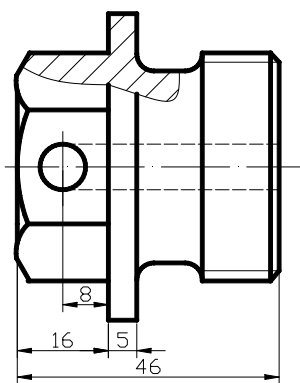
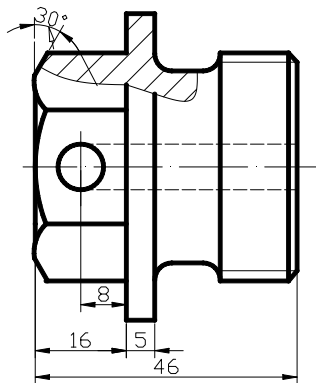
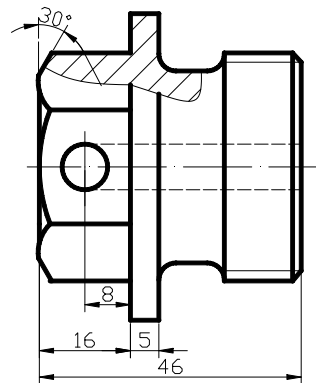

图 7-31 完成基准标注
图 7-32 定位角度标注尺寸线
图 7-33 完成角度标注
4、基线标注效果如图 7-31 所示。单击【角度标注】按钮，选择如图 7-32 所示的两条角度线上的直线为尺寸界线，移动光标到合适位置单击鼠标，标注果如图 7-33 所示。